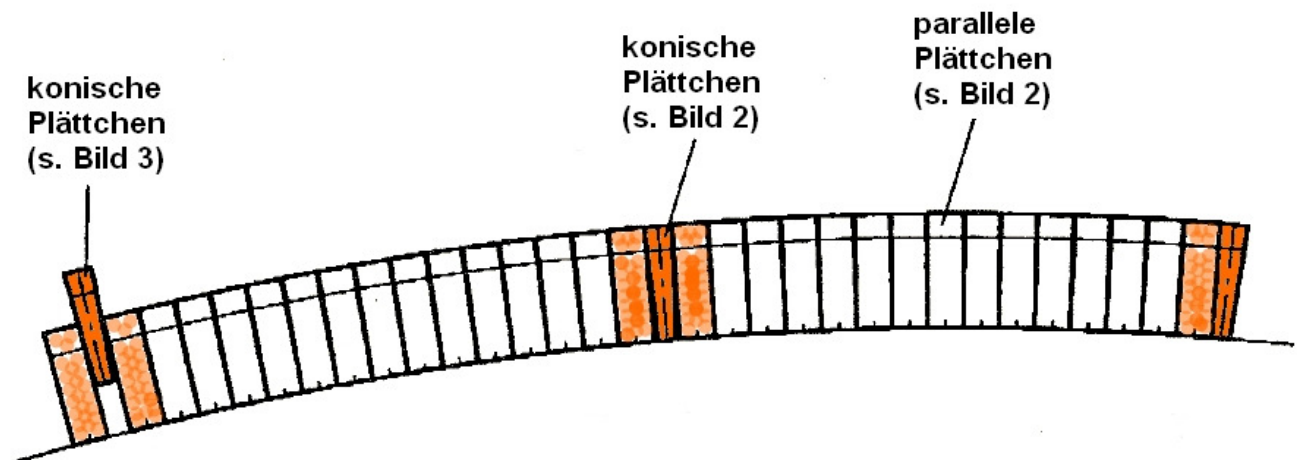

Bild 2
1. Je nach Umlenkseilscheiben- \emptyset werden die parallelen WESALIT-Plättchen eingesetzt (ca. 3 - 25 Stk.). Plättchen müssen immer am Umlenkseilscheiben-Grund aneinander gepresst werden (Bild 2).
2. Danach je nach Umlenkseilscheiben- \emptyset (ca. 1-5) konische WESALIT-Plättchen einsetzen (Bild 2).